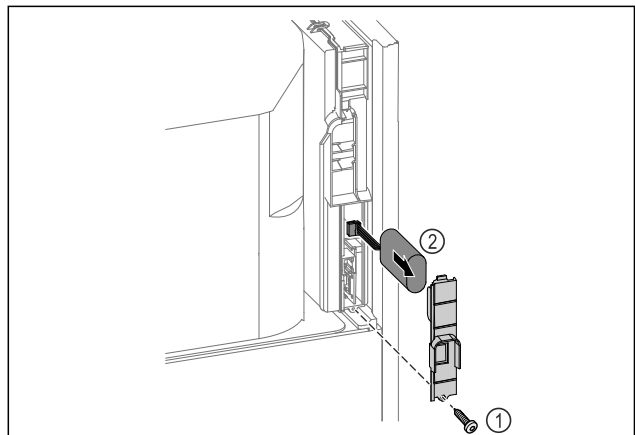

Fig. 254
- ▶ Schroef eruit draaien en het afdekplaatje aan de achterkant van het apparaat verwijderen Fig. 254 (1).
- ▶ Batterij ontkoppelen en verwijderen Fig. 254 (2).